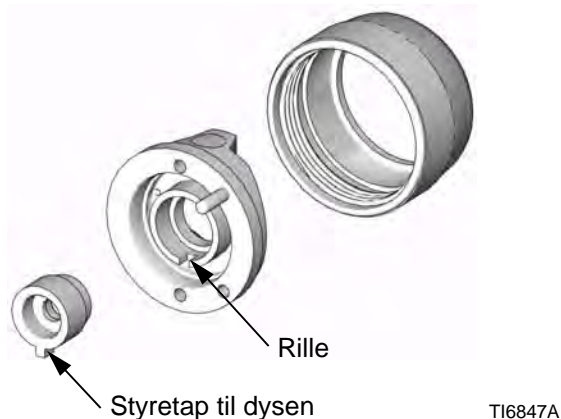

FIG. 5
Monter en sprøjtedyse på pistolen. Sørg for, at dysens styretap er placeret i rillen på lufthætten. Se FIG. 5. Tilspænd lufthættens holdering (6) forsvarligt med fingrene for at sikre, at dysepakningen og sædehuset (5) slutter tæt.